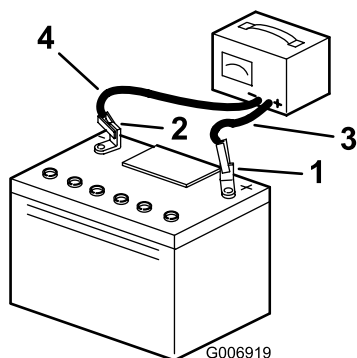

Figura 27
5. luego desconecte los cables del cargador de los bornes de la batería (Figura 27).